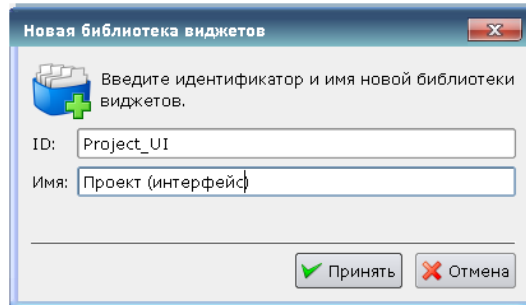

Рисунок 14
В появившемся окне (рисунок 14) задать идентификатор (ID) и имя библиотеки. Нажать кнопку «Принять». Идентификатор используется для обращений к библиотеке внутри системы. Имя библиотеки используется для отображения в списке библиотек виджетов.